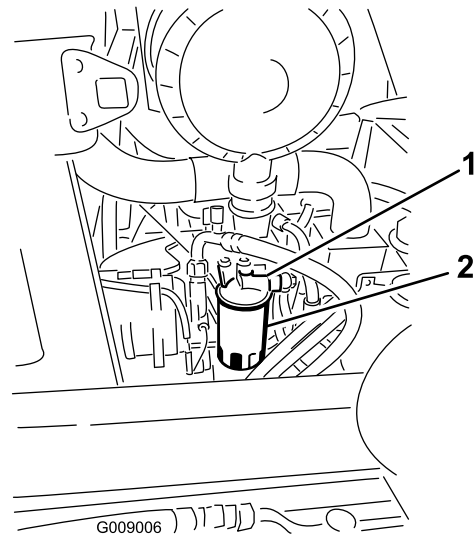

Bild 63
1. Reinigen Sie den Bereich um den Kraftstofffilterkopf (Bild 63).
2. Entfernen Sie den Filter und reinigen die Befestigungsfläche des Filterkopfes (Bild 63).